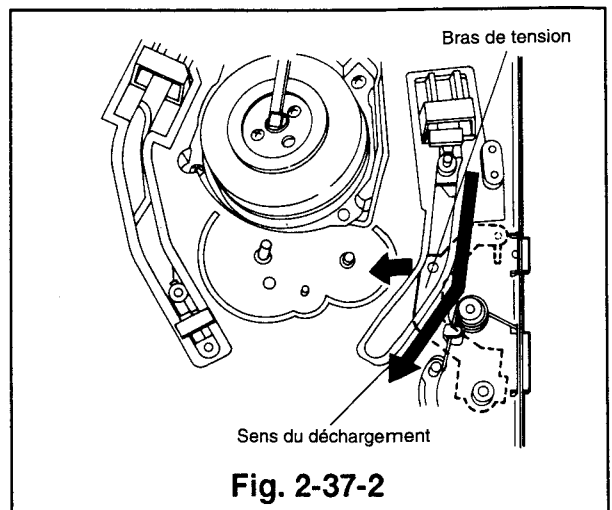

Fig. 2-37-2
- 1) Placer les guides de bande de réception et de d'alimentation dans la position de déchargement. Si le guide de bande d'alimentation se trouve dans le position de chargement, il sera nécessaire de déplacer le bras de tension dans le sens indiqué par la flèche (Fig. 2-37-2), en déplaçant simultanément le guide de bande d'alimentation vers la position de déchargement.